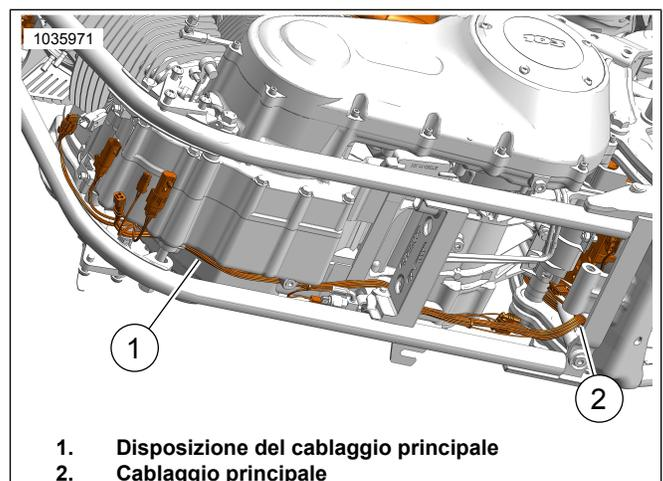

Figura 36. Disposizione del cablaggio
16. Vedere Figura 36. Sensore dell'ossigeno anteriore (guida lunga del cablaggio):
- b. individuare il cablaggio principale (2).
- c. Far passare il cablaggio lungo il cablaggio principale (1) verso il connettore del sensore dell'ossigeno anteriore.